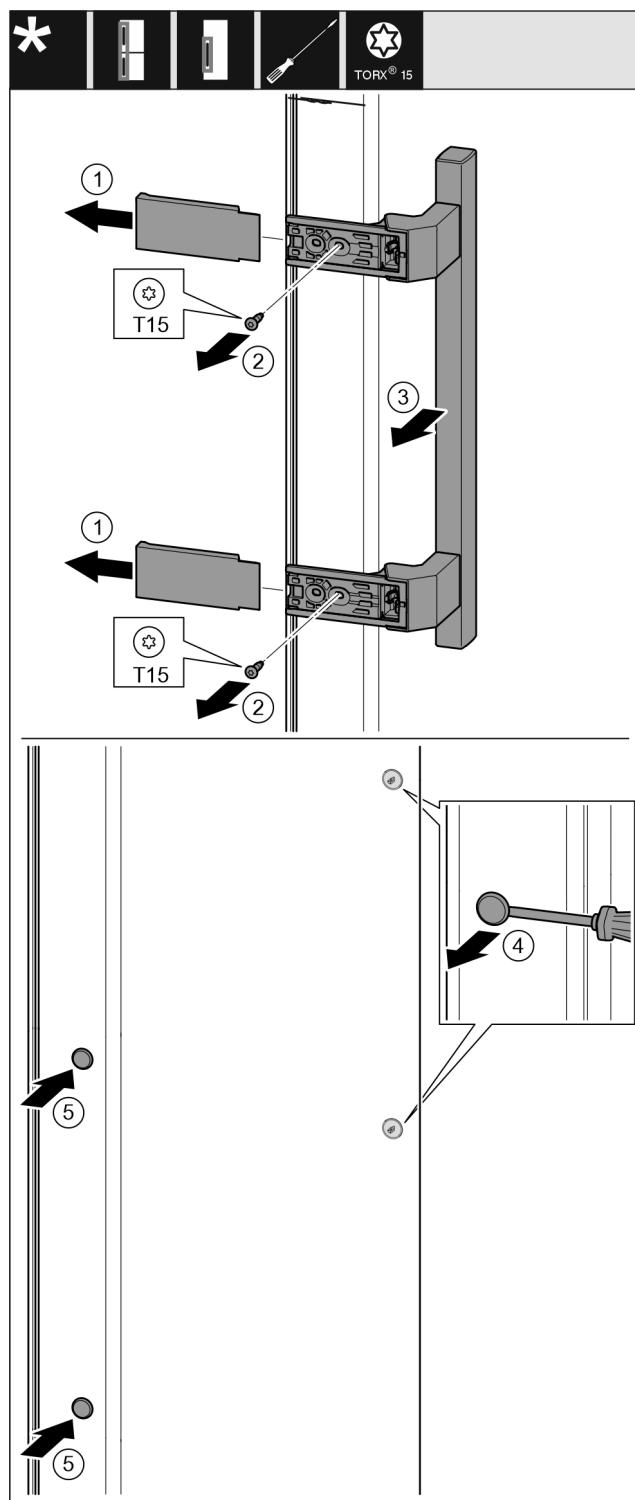

Fig. 19
- Snemite pokrov. Fig. 19 (1)
- Izvijte vijke z izvijačem T15. Fig. 19 (2)
- Snemite ročaj. Fig. 19 (3)
- S ploščatim izvijačem previdno dvignite stranski čep in ga izvlecite. Fig. 19 (4)
- Čep ponovno vstavite na drugi strani. Fig. 19 (5)